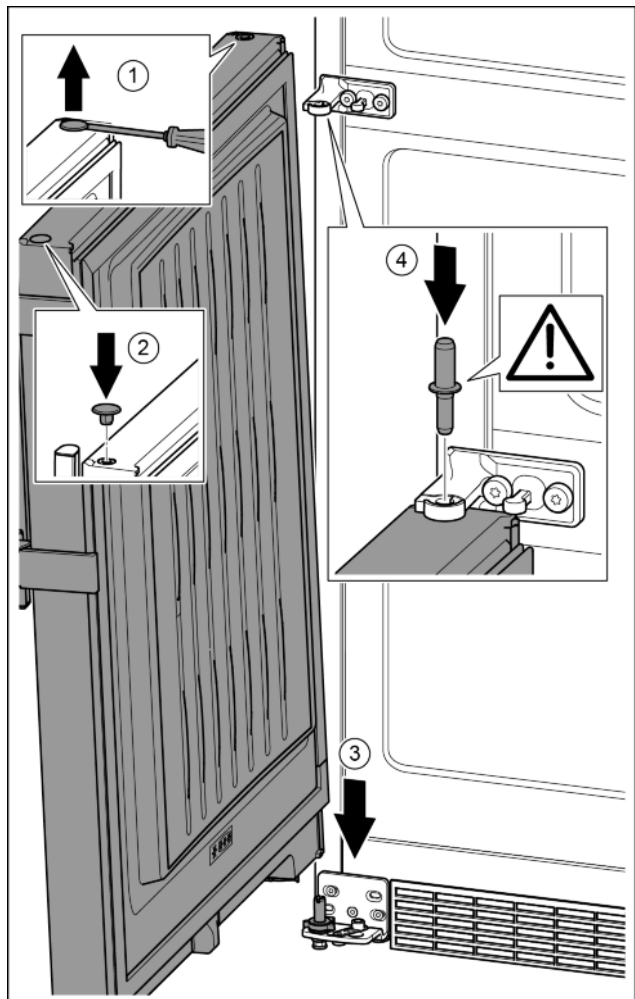

Fig. 22
- ▶ Zátku opatrně nadzvedněte plochým šroubovákem a vytáhněte. *Fig. 22 (1)*
- ▶ Zátku opět vložte na druhé straně dveří. *Fig. 22 (2)*
- ▶ Dveře nasadte shora na dolní ložiskový čep. *Fig. 22 (3)*
- ▶ Prostřední ložiskový čep vložte do dolních dveří přes prostřední stojan ložiska. Přitom dávejte pozor, aby zajišťovací vačka směřovala dozadu. *Fig. 22 (4)*